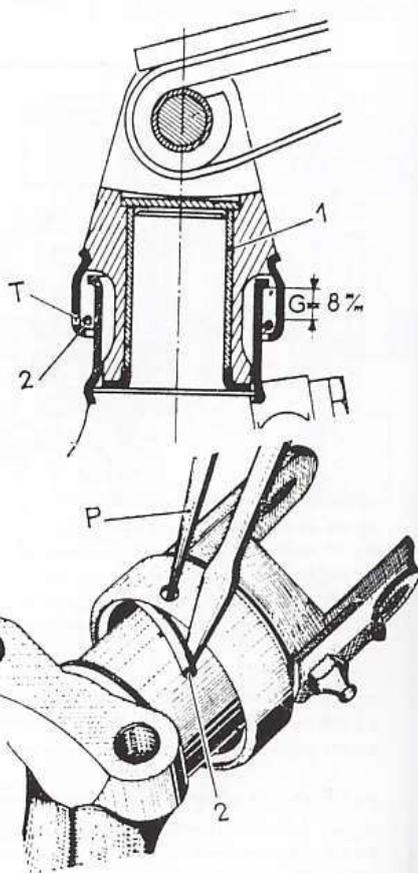

Fig. 81. — Démontage d'un pivot de fusée (partie supérieure)
- Serrer, horizontalement, le pivot dans l'étau. Tirer vers soi et à fond la main de ressort, la faire tourner jusqu'à amener le trou (T) (fig. 81) au-dessus. Vérifier si l'une des extrémités du jonc est bien à environ 10 mm du trou, sinon faire pivoter le jonc (avec une pointe à tracer) jusqu'à l'amener à cette position.
- Par le trou (T), pousser sur le jonc avec la pointe (P) jusqu'à le faire sortir par dessous, aider le dégagement du jonc avec un tournevis (fig. 81) en le faisant tourner autour de la collerette.
- Déposer la goupille Mécanindus (3) de la vis d'arrêt, la vis d'arrêt (4) et la rondelle de butée (7). Dégager le jonc (5), puis la main inférieure. Nettoyer et examiner les pièces. En cas d'usure des bagues intérieures de frot-
tement (1) et (6) (fig. 81 et 82) remplacer les mains de ressort.
- Mettre en place le jonc (2) (fig. 81) sur le pivot, puis la main supérieure, ensuite, avec un tournevis, repousser le jonc pour le mettre définitivement à sa place à l'intérieur de la collerette; s'assurer qu'il a bien pris sa place en tirant la main supérieure jusqu'à ce que les deux collerettes des bagues serties soient en contact sur le jonc.